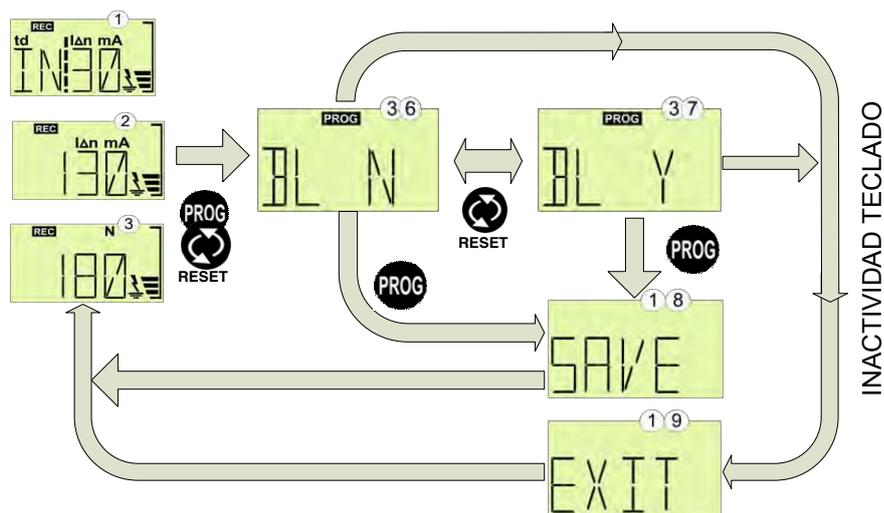

Fig. 5-6. - Blocco della programmazione
In una qualsiasi delle schermate fisse ①-②-③, premendo i tasti PROG e RESET allo stesso tempo, è possibile accedere alla funzione di blocco della programmazione, Fig. 5-6. Premere il tasto RESET per spostarsi tra le schermate ③⑥ e ③⑦. Per convalidare la funzione di blocco, andare alla schermata ③⑦ (BL Y) e premere PROG. In questo modo, la ①⑧ viene visualizzata e si esce dalla modalità di programmazione a schermata ① che è in modalità di funzionamento normale. Se la tastiera resta inattiva o si sceglie l'opzione a schermata ③⑥ (BL N), l'unità ritorna alla schermata ①.